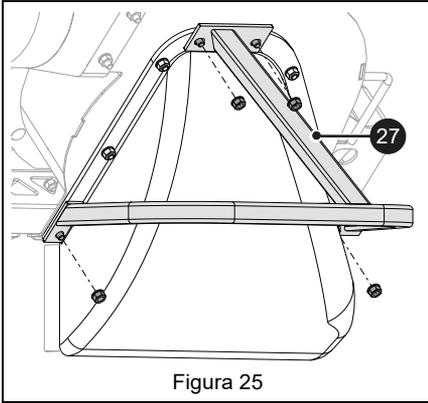

Figura 25
2. Coloque el protector en el soplador (pieza 27) y fíjelo con las tuercas de brida retiradas en el paso 1. Consulte Figura 25.